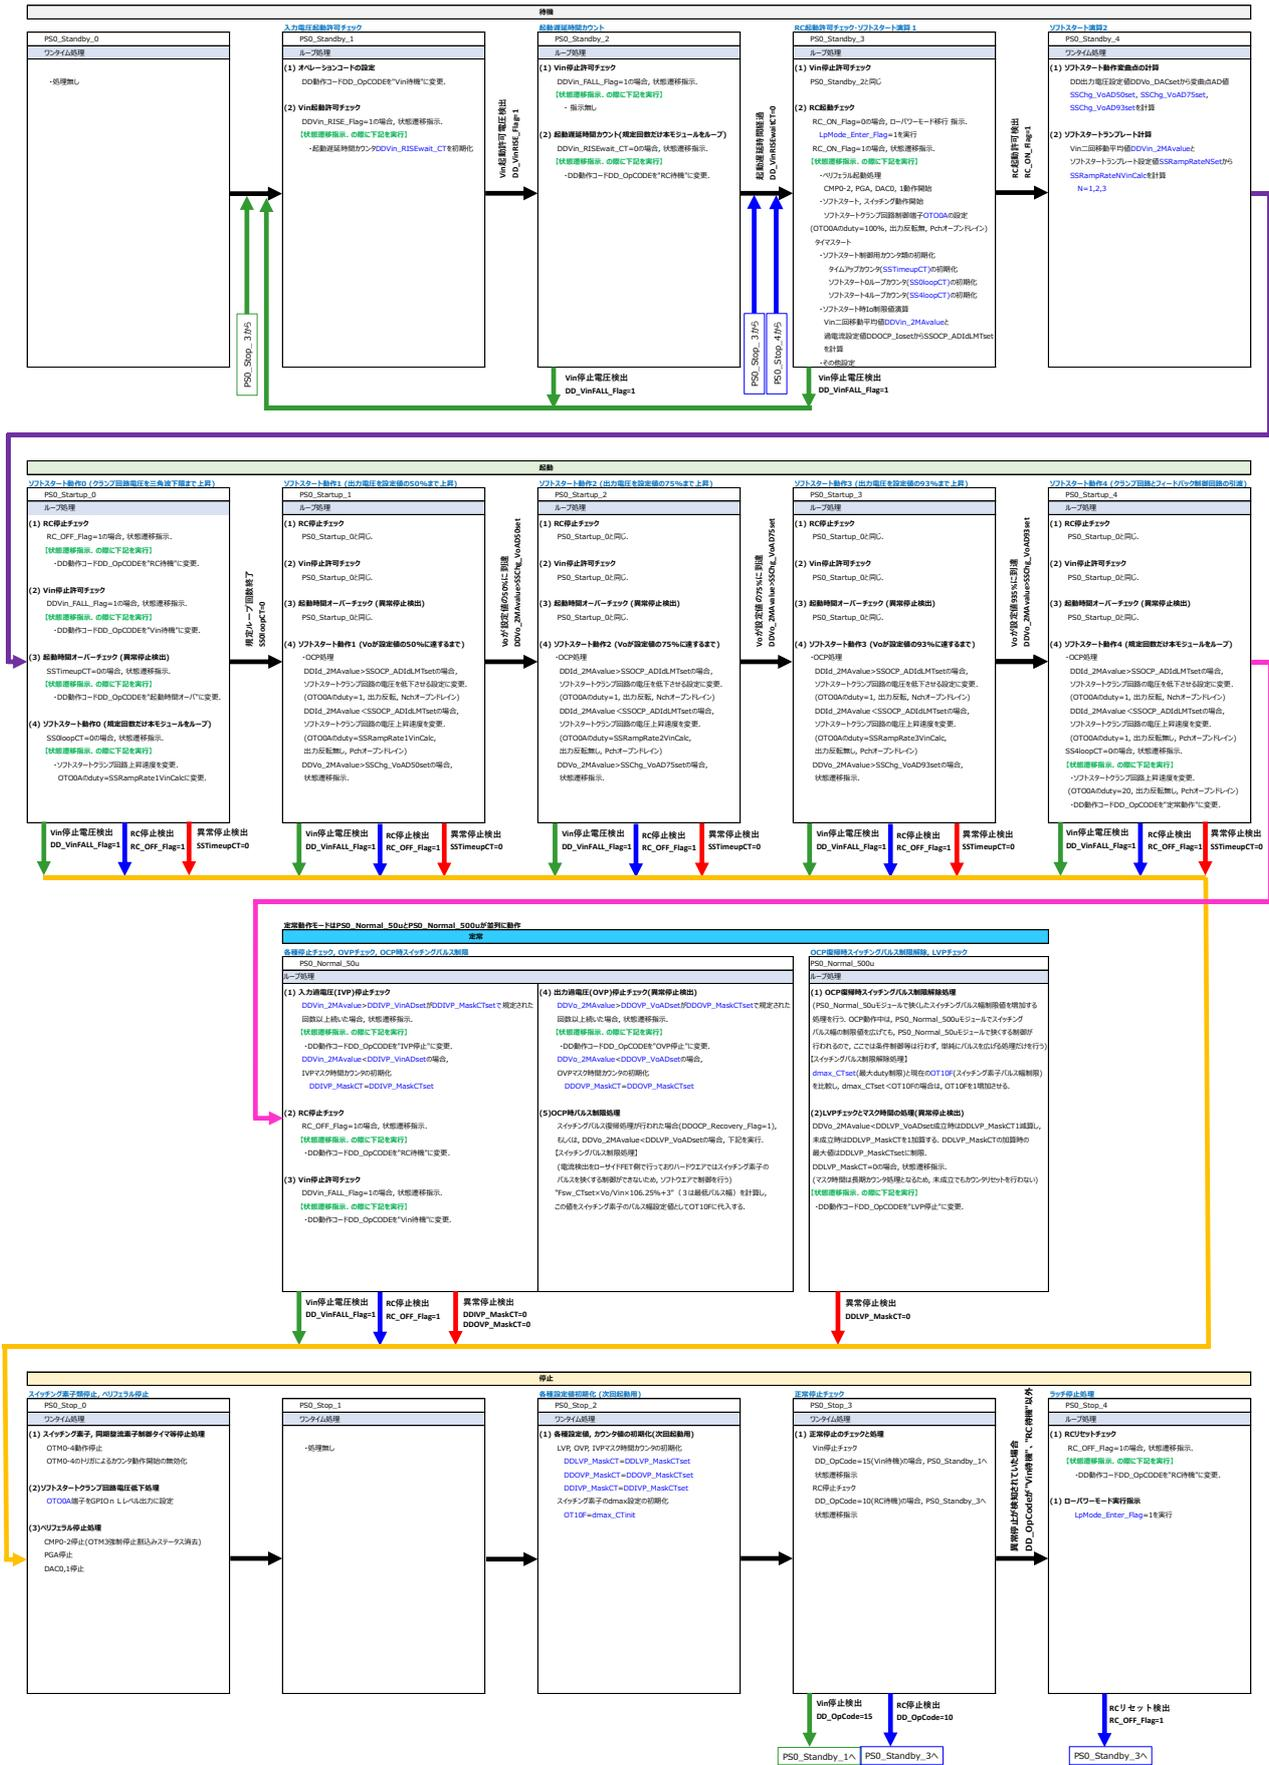

Figure 6-2. LogiCoA001-EVK-001 状態遷移図
LogiCoA001-EVK-001 の状態遷移図を Figure 6-2 に示します。6.1 状態遷移制御 で述べたように、動作状態は①待機(Standby)、②起動(Startup)、③定常(Normal)、④停止(Stop)に分けられ、Figure 6-2 の最上段が①待機、上から2 段目が②起動、3 段目が③定常、最下段が④停止となります。Table 6-1 に示すように、待機、起動、停止の各状態は 5 つの状態遷移制御モジュールを、定常状態は 2 つのモジュールを持ち、50 $\mu$ s の周期でいずれかのモジュールが実行されます。ただし、定常動作のみ 50 $\mu$ s 周期で実行されるモジュールと 500 $\mu$ s 周期で実行されるモジュールが並列に動作します。各モジュールでは、図中に記述されているように、動的に取得した入力電圧、出力電圧やプログラムの内部カウンタなどの状態変数や状態フラグによって、次状態への遷移もしくは同状態での停滞を判定・制御します。状態変数、状態フラグについては、6.3 状態変数・状態フラグ一覧 にて一覧を記載します。